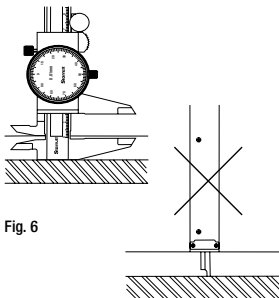

Fig. 6
- **Mesure de came** : ouvrir les mâchoires jusqu'à ce que leur ouverture dépasse légèrement la largeur de la came et placer la face de traçage contre le fond de la came. Déplacez la face de référence du traçage (11) contre la surface de la pièce (fig. 6).